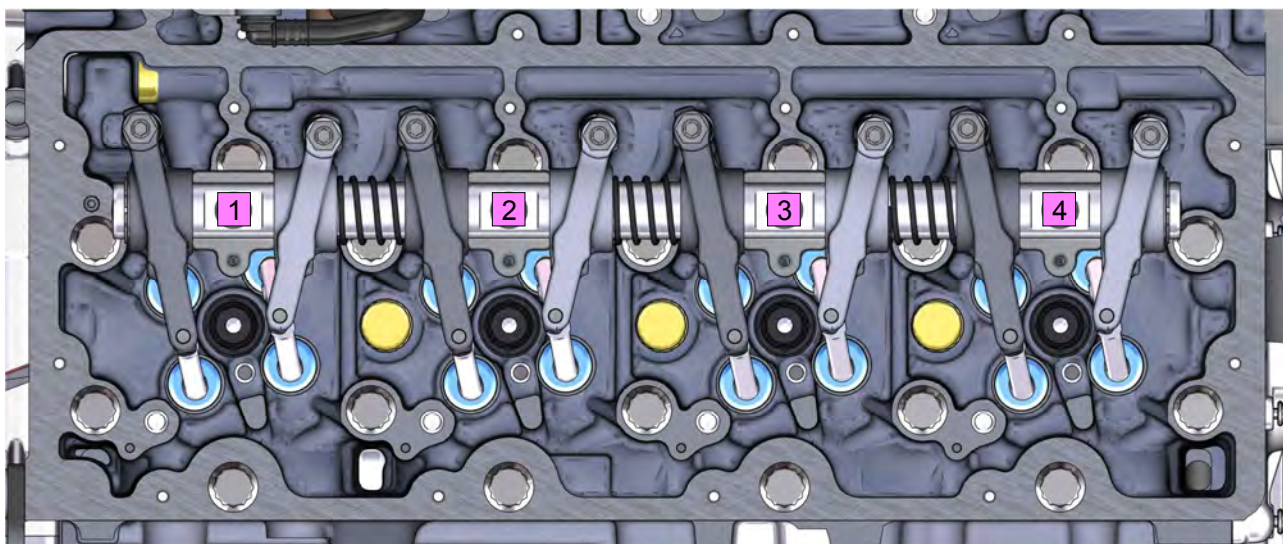

Рисунок 2 - Порядок окончательной затяжки болтов крепления оси коромысел
- начиная слева, последовательно перемещаясь вправо дотянуть моментом  $M_{кр}=73,54\pm 4,9$  Н·м (см. рисунок 2).